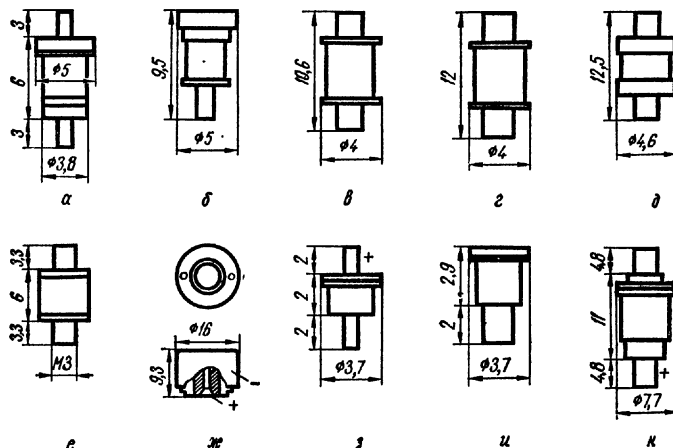

Рис. 270. Внешний вид и основные размеры диодов СВЧ
**АА603 (А, Б, В, Г).** Умножительные диоды (рис. 270, а). Диапазон рабочих температур от  $-60$  до  $+85^{\circ}\text{C}$ .
**АА703 (А, Б), АА705 (А, Б)** Генераторные диоды (рис. 270, а). Диапазон рабочих температур от  $-60$  до  $+160^{\circ}\text{C}$ . Наибольшая температура корпуса  $75^{\circ}\text{C}$ . Маркировочные метки на корпусе АА703А — синяя, АА703Б — две синие, АА705А — желтая, АА705Б — две желтые.
**ГА401 (А, Б, В).** Параметрические диоды (см. рис. 270, б). Диапазон рабочих температур от  $-60$  до  $+60^{\circ}\text{C}$ . Маркировочные метки на отрицательном выводе (красного цвета) ГД401 — четыре, ГА401Б — одна, ГА401В — три.
**ГА402 (А, Б, В, Г).** Параметрические диоды (см. рис. 270, в). Диапазон рабочих температур от  $-60$  до  $+60^{\circ}\text{C}$ .
**ГА501 (А, Б, В, Г, Д, Е, Ж, И).** Переключающие диоды (см. рис. 270, г). Диапазон рабочих температур от  $-60$  до  $+60^{\circ}\text{C}$ .
**ГА504А.** Переключающий диод (см. рис. 270, *д*). Диапазон рабочих температур от —60 до +60° С. Тип диода обозначен красной меткой на керамической части корпуса.
**Д401.** Смесительный диод (см. рис. 270, *е*).